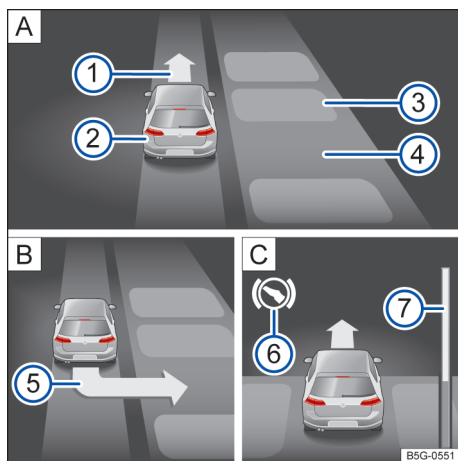

Fig. 132 No display do instrumento combinado: entrar na vaga de estacionamento transversalmente à pista.
Legenda para → Fig. 132:
- Observar a solicitação para entrar na vaga no display do instrumento combinado → Fig. 132 **5**.